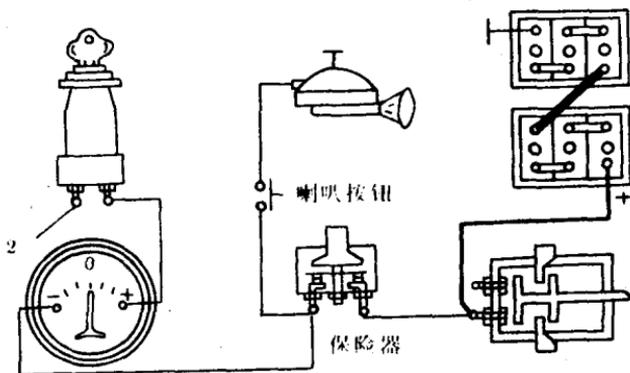

图1—2 按喇叭进一步检查
1) 水温表等仪表指针不动，说明蓄电池至点火开关接柱 2 之间的电路（如图 1—2 所示）有断路故障。应按喇叭进一步查找：